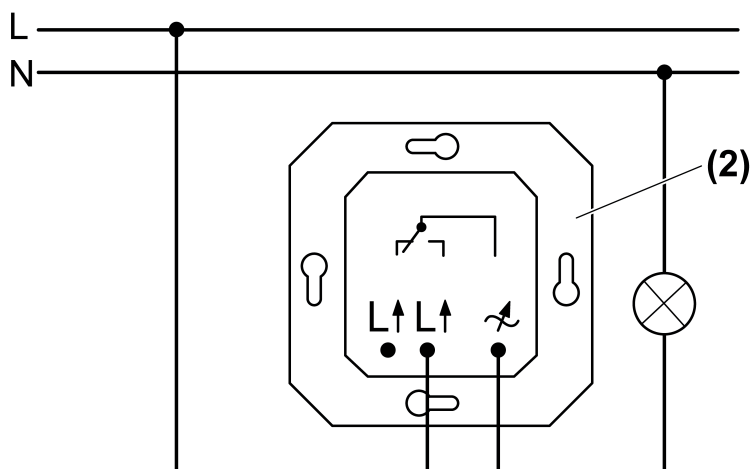

Figure 2: Schéma de raccordement
- Raccorder le variateur (2) conformément au schéma de raccordement (figure 2).